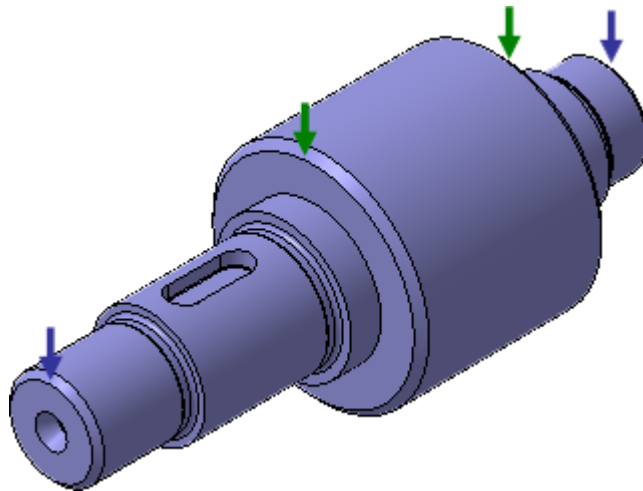

Рисунок 29.
- На круглых ребрах поставьте фаски длиной 1,6 мм (синие стрелки) и 2 мм (зеленые стрелки) (рис. 29).